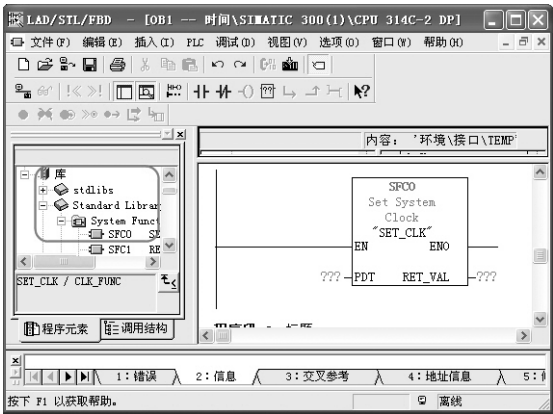

图 5-44 将系统功能拖入程序编辑区
- 2) 将系统功能拖入程序编辑区。展开“库”→“System Function Blocks”，先选中“SFC0”，再将“SFC0”拖入到程序编辑区，如图 5-44 所示。